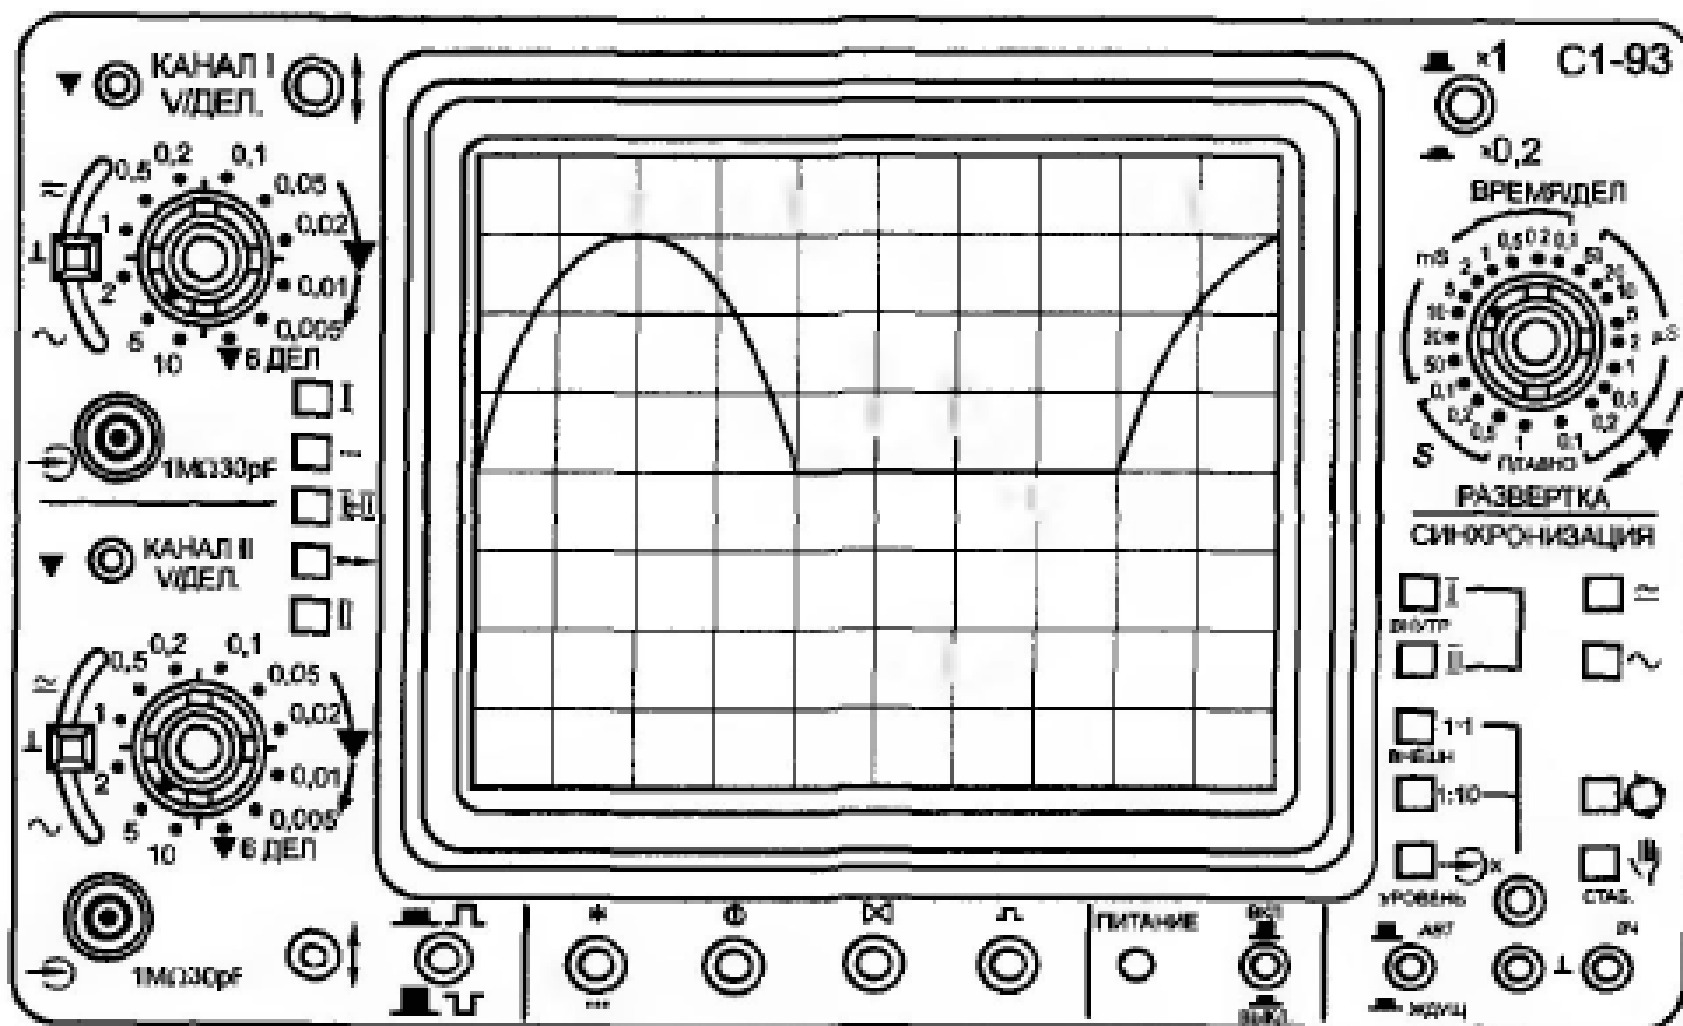

Рис. 7.3. Изображение лицевой панели осциллографа С1-93
**7.412 — 7.433.** Определить период следования сигнала, представленного на экране рис. 7.3, при установке тумблера «Развертка» прибора С1-93 в положение  $\times 1$ , а переключателя «Время/дел.» в следующие положения: